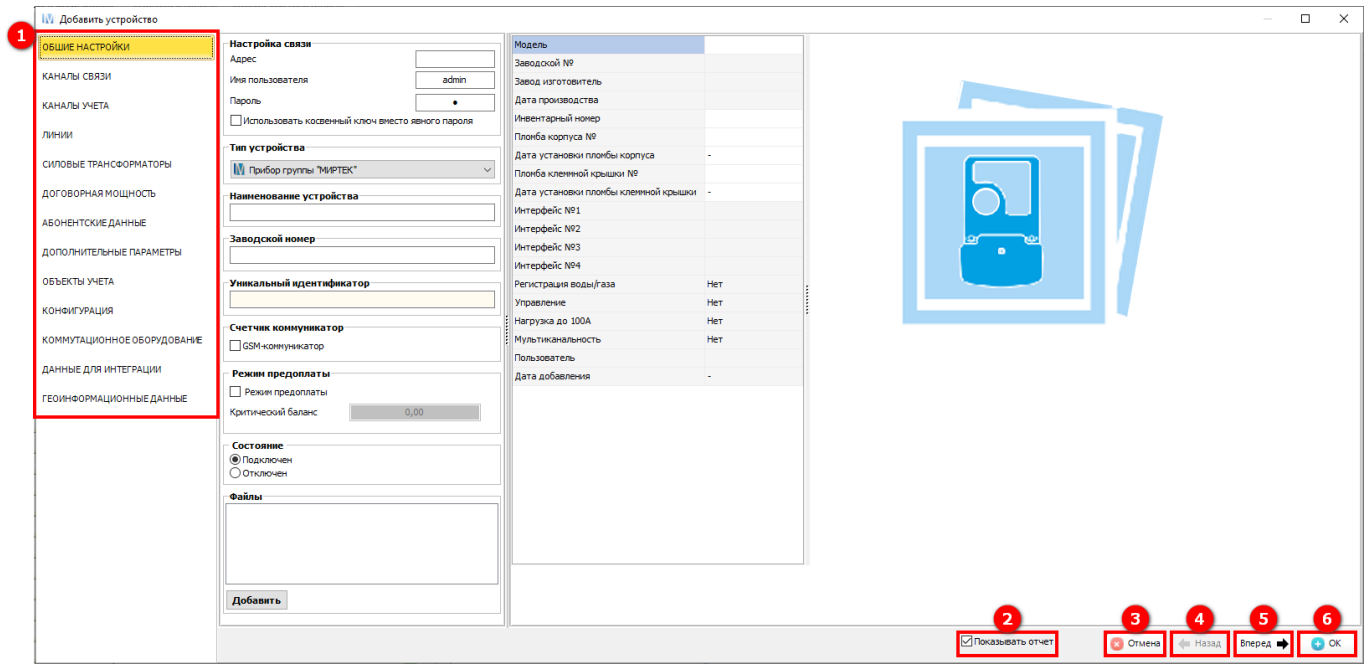

Рисунок 289 –Параметры устройства
Далее в открывшемся окне будут доступны для заполнения следующие параметры для устройства (1) (см. рисунок 289):